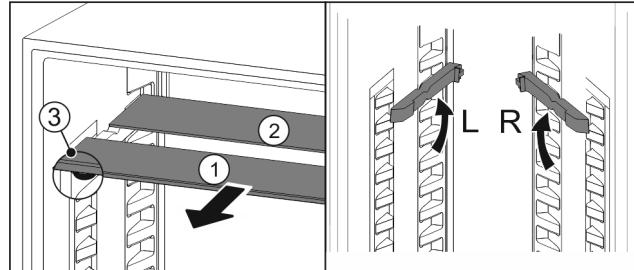

Fig. 81
- Посуньте Fig. 81 (1) скляну панель вперед.
- ▷ Скляна панель Fig. 81 (1) з декоративною планкою лежить спереду.
- ▷ Стопори Fig. 81 (3) показують вниз.